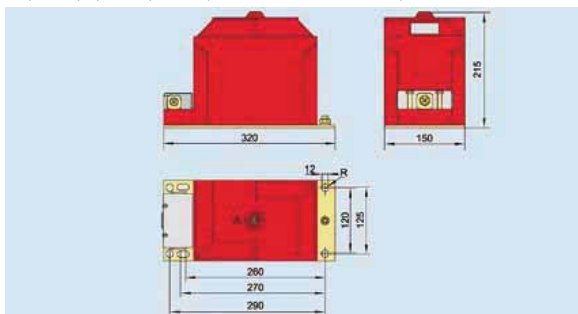

Рис. 6.2 Внешний вид и монтажные размеры трансформатора напряжения JDZX10-6
6.2 Внешний вид и монтажные размеры трансформатора напряжения JDZX10-6 (см. рис. 6.2):